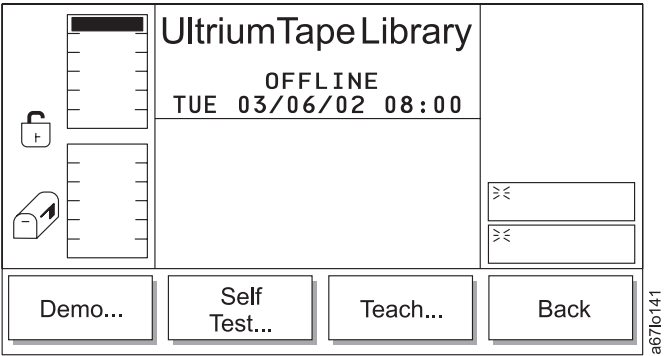

Abbildung 180. Testuntermenü
Tabelle 129. Übersetzung von Abb. 180, Testuntermenü
- Wird **Cancel** ausgewählt, erscheint das Testuntermenü (siehe Abb. 180 auf Seite 194).